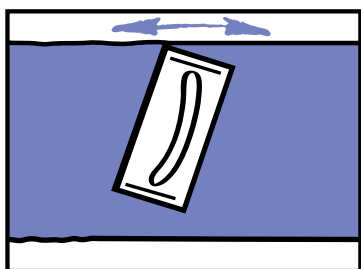

图 11：磨砂
- 使用磨砂锉刀和 180 粒砂纸或 220 磨砂网轻轻打磨，以形成光滑均匀的表面。对 MastaLite 使用更细的纸（如 220 纸）[参见图 11]